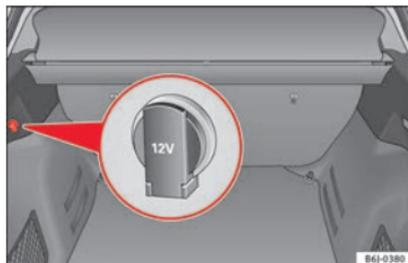

Fig. 155 Pormenor do revestimento lateral da bagageira: tomada de corrente de 12 Volts.
- Levante a tampa da tomada de corrente » Fig. 155.